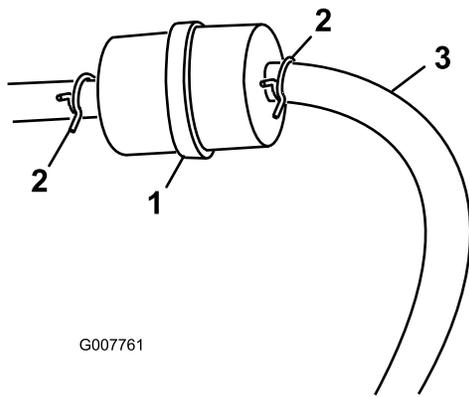

Figura 28
3. Apriete los extremos de las abrazaderas y deslícelas por el tubo alejándolas del filtro (Figura 28).
- Instale un filtro nuevo y acerque las abrazaderas al filtro (Figura 28).
- Afloje la abrazadera cerca del filtro de combustible y deslícela por el tubo, alejándola del filtro de combustible (Figura 28).
- Desconecte el tubo de combustible del filtro de combustible (Figura 28).
Nota: Deje que el combustible se drene en un recipiente (Figura 28).
- Instale el tubo de combustible en el filtro de combustible. Acerque la abrazadera al filtro de combustible para fijar el tubo de combustible (Figura 28).